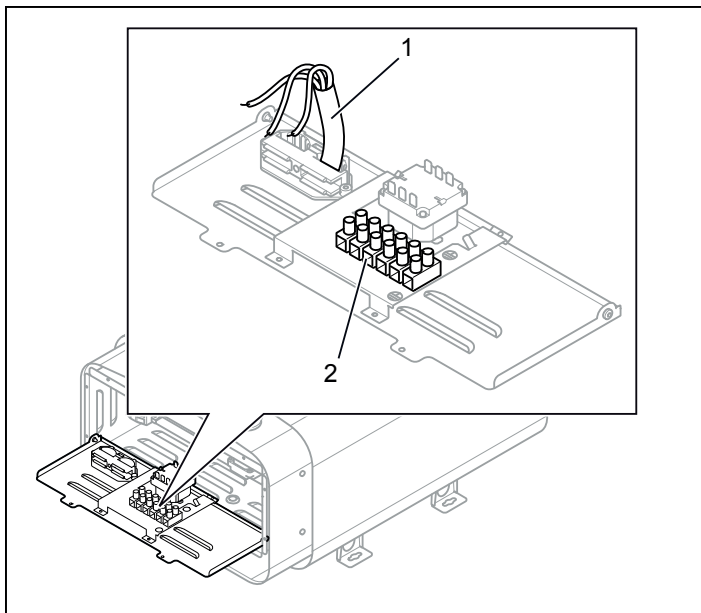
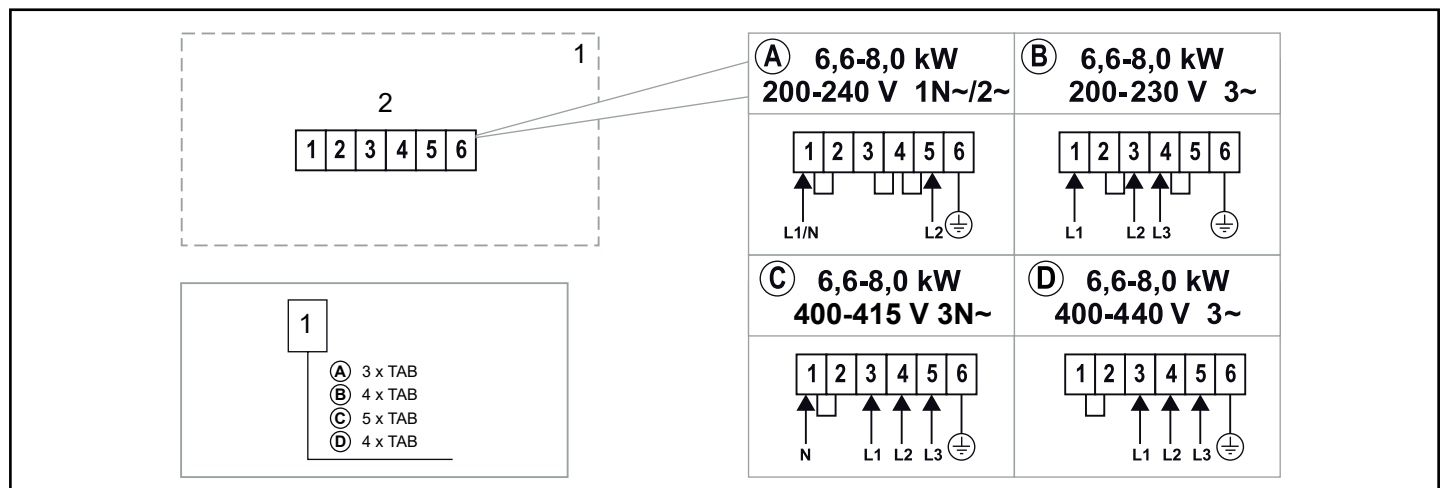

Fig 6: Kretskortet
Fig 12: Kopplingschema
3. Anslut elkabeln (se Fig 6) enligt kopplingschema (se Fig 12).
Vid inkoppling till spänningar eller fas-tal, som inte anges i kopplingschema Fig 12, kontakta Tylö kundservice.